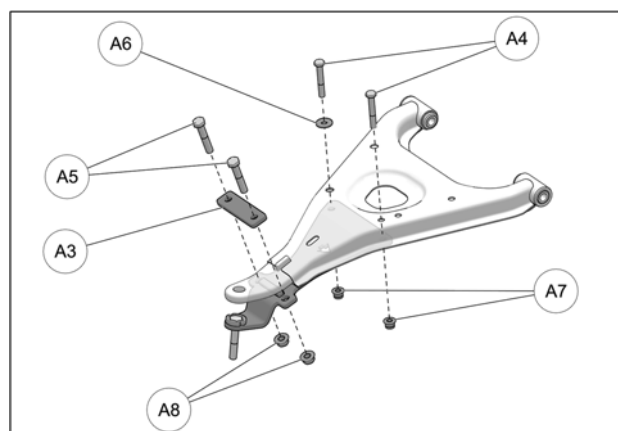

Fig. 28
15. Placer le couvercle (**A3**) sur le bras de suspension et aligner les trous du couvercle et de l'ancrage. Insérer les boulons M10x55mm (**A5**) par le dessus. Assembler ces deux parties avec les écrous (**A8**). Insérer les boulons M8x55mm (**A4**) par le dessus; la rondelle (**A6**) est installée sur le boulon inséré vers l'arrière du véhicule. Assembler avec les écrous (**A7**). Serrer les écrous M10 à 50 N•m [37 lb•pi] et les écrous M8 à 25 N•m [18 lb•pi]. Fig. 28